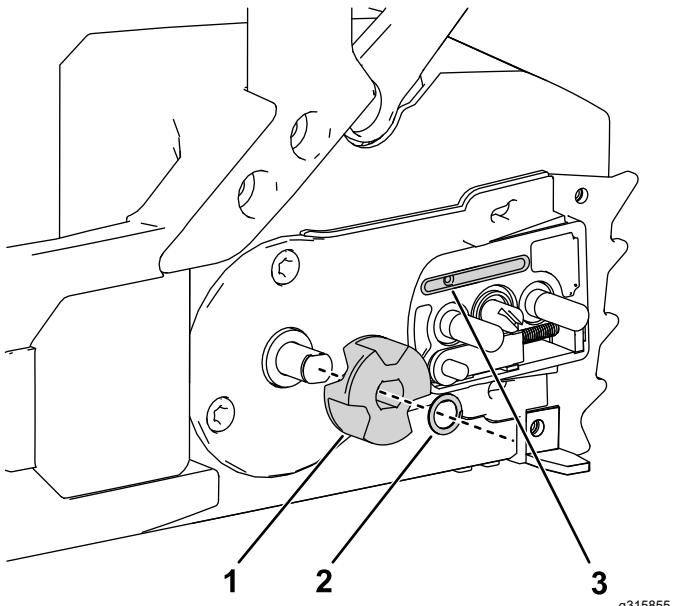

Bild 29
5. Nehmen Sie den Clip das Antriebsrad von der Kettensäge ab (Bild 29).
9. Prüfen Sie den Ölaustritt (Bild 29) auf Rückstände und reinigen Sie den Bereich ggf.